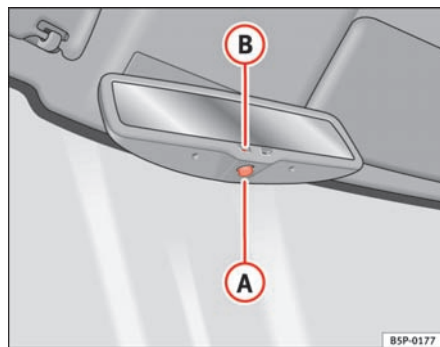

Fig. 63 Bakspejl med automatisk afblænding
- Tryk på knappen **A** ⇒ fig. 63. Advarselampen **B** slukker.
- Tryk på knappen **A** ⇒ fig. 63. Kontrollampen tænder.